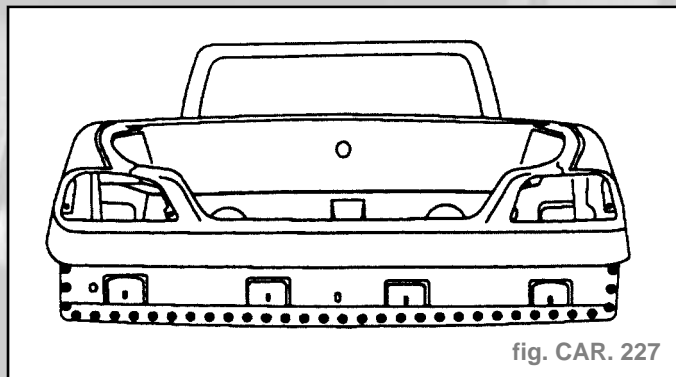

fig. CAR. 227
- Souder par points électriques (fig. CAR. 227).